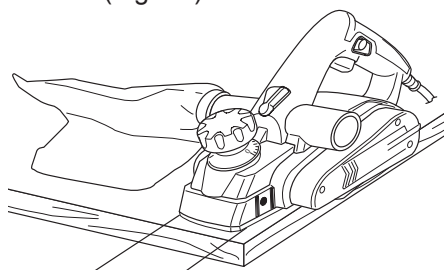
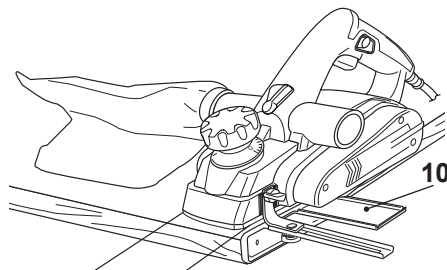

Fig. 12
Fig. 13
- > Ajuste a profundidade de corte desejada. É melhor utilizar pequenas profundidades de corte e repetir o processo de aplainamento (Fig. 12).
- > Coloque a guia paralela (10) no produto, se necessário, tal como foi indicado antes e ajuste a largura desejada.
- > Coloque o produto paralelamente à peça de trabalho e guie-o ao longo da aresta (Fig. 13).